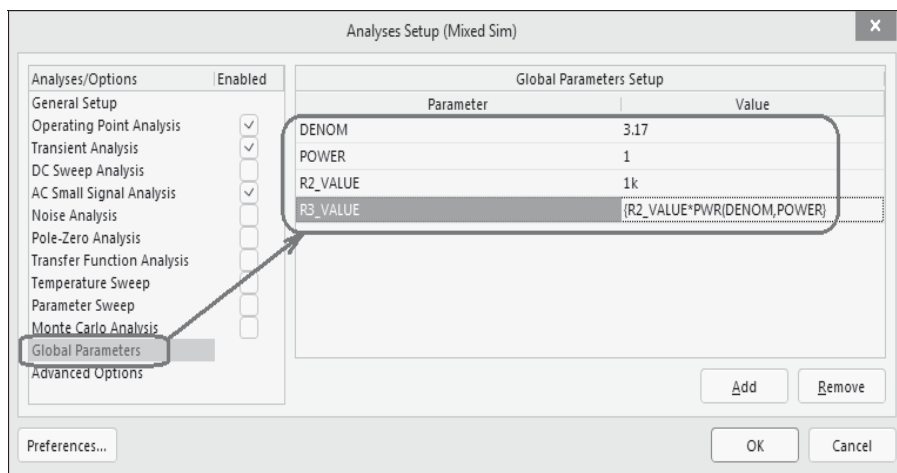

Рис. 8.13. Окно настройки режимов моделирования: назначение глобальных параметров
1. Не выходя из диалогового окна настройки режимов **Analyses Setup** (см. рис. 8.12), выбрать в левой панели этого окна опцию **Global Parameters**. В диалоговом окне откроется панель настройки **Global Parameters Setup** (рис. 8.13).